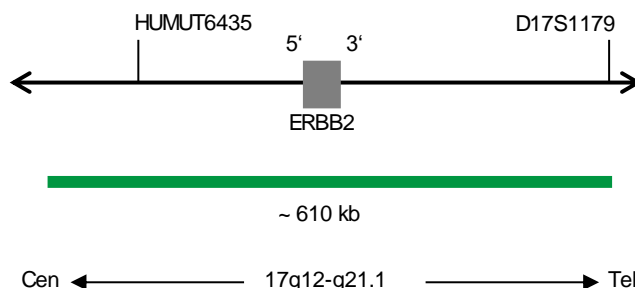

Fig. 1 : Carte de la sonde SPEC ERBB2 (pas à l'échelle)
- Polynucléotides marqués au ZyGreen (excitation 503 nm/émission 528 nm) (~10,0 ng/ μ l), qui ciblent des séquences en 17q12-q21.1* (chr17:37,572,531-38,181,308) hébergeant la région du gène ERBB2 (voir figure 1).